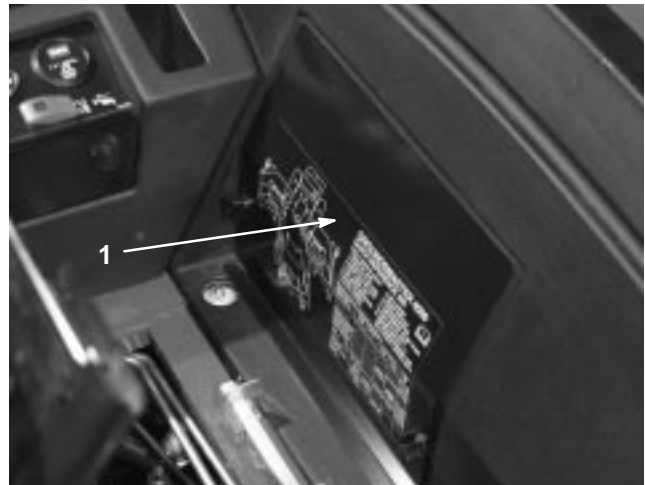

Figure 71
2. Retirez le couvercle de la batterie (Fig. 71).